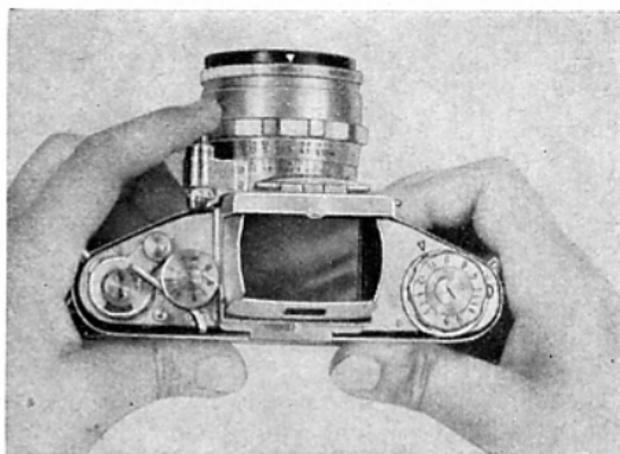

Abb. 11
für Zeitbelichtungen mit längerer Dauer als 12 Sek. auf B oder T ein. Das Auslösen (Abb. 11) erfolgt durch Druck auf den Auslöseknopf (3) bzw. auf den Auslöseknopf der automatischen Blende (24c). In beide kann auch ein Drahtauslöser eingeschraubt werden. Der Auslöseknopf (3) kann durch die schwenkbare Auslösesperre (3a) gegen ungewollte Betätigung geschützt werden (wichtig für Transport und Aufbewahrung der Kamera). Die Sperre muß gegebenenfalls hochgeschwenkt wer-